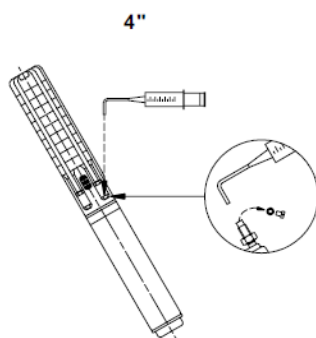

Fig. 3
1. Ponorné čerpadlo umiestnite do polohy podľa obr.3(fig.3). Uhol naklonenia je 45°. Zátka plniaceho otvoru musí byť v najvyššie položenom bode motora.
3. Kvapalinu aplikujte do motora pomocou injekčnej striekačky; vid' obr.3 (fig3), tak dlho, až kým nezačne vytekať z plniaceho otvoru.
Obr.3(fig.3) Poloha čerpadla pri naplnení Shakti ponorného čerpadla 4"